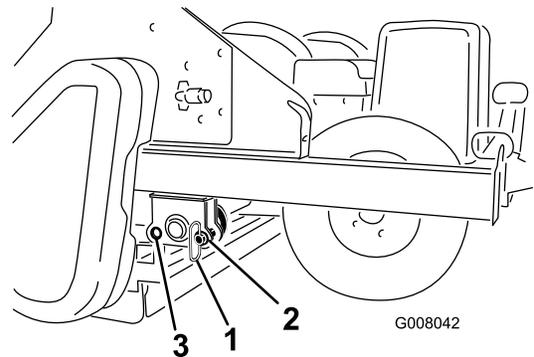

Figura 23
1. Retire los pasadores de almacenamiento de los taladros traseros (Figura 23).
3. Instale los pasadores de almacenamiento en los taladros delanteros (Figura 23).